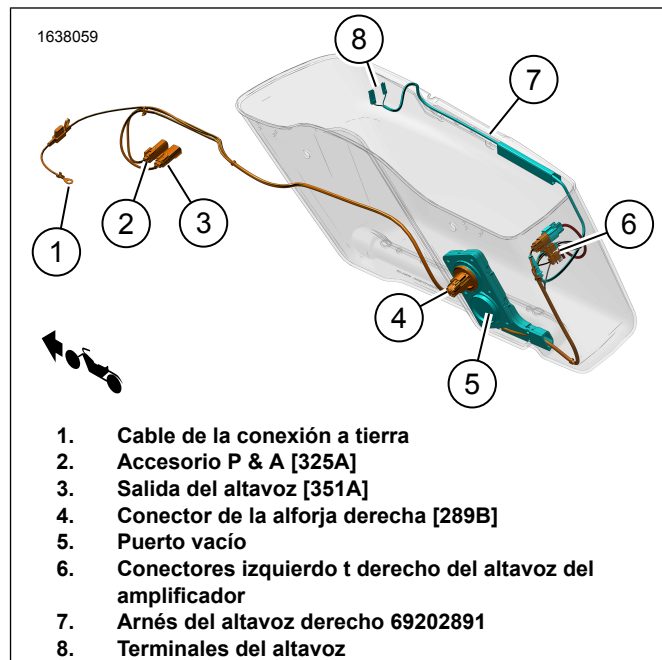

Figura 5. Tendido del arnés de la alforja derecha
- g. Tienda el arnés de cables (5) a través del agujero de la arandela aislante.
- h. Instale la arandela aislante (3) en el arnés de cables (5).
- i. Ajuste la arandela aislante (3) según sea necesario e instálela en la alforja.
13. Figura 5 Instale el arnés del altavoz derecho.
- b. Figura 5 Tienda el arnés de cables (7) tal como se muestra.